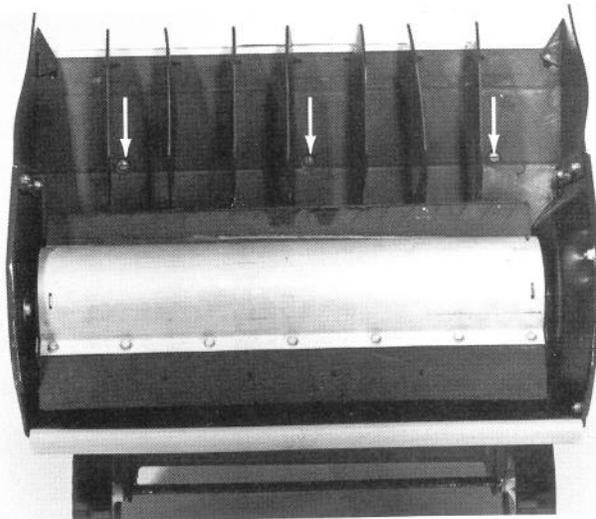

Abb. 18
6. Die Spannrolle nach oben drücken und die Rotorriemenscheibe vorwärtsdrehen, so dass der Riemen auf die Scheibe gezogen wird (Abb. 18).
1. Die drei Befestigungsschrauben der Verkleidung vorn am Rotorgehäuse entfernen (Abb. 18).
9. Die Verkleidung vorn mit drei Schrauben 3/4" lang am Rotorgehäuse befestigen (Abb. 18).